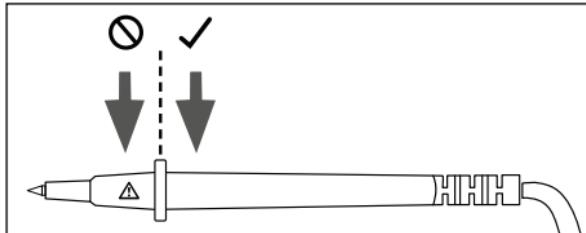

Fig. 3
- Sostenere le punte di misura **6** solo dall'area di presa prevista (vedere fig. 3). Non toccare l'area con il segnale di pericolo **⚠**, altrimenti vi è pericolo di folgorazione durante la misurazione!